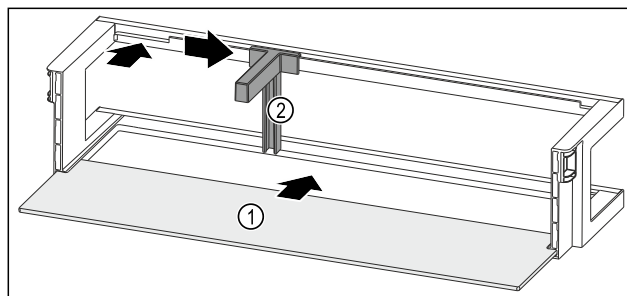

Fig. 101 Рафт на врата с рафт
- Вкарайте рафта Fig. 101 (1) в страничните прорези.
- Поставете преградата за бутилки Fig. 101 (2) в прореза.
- Плъзнете преградата за бутилки Fig. 101 (2) настрани до желаната позиция.